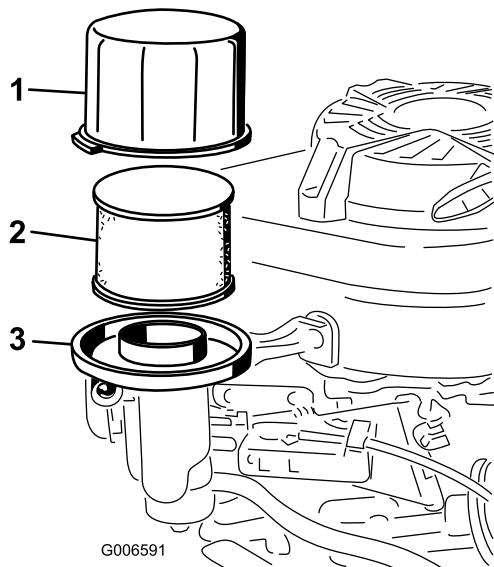

Bild 25
3. Entfernen Sie die Abdeckung und reinigen Sie sie gründlich (Bild 25).
4. Nehmen Sie den Schaumvorfilter aus dem Papierfilter (Bild 25) und tauschen ihn aus, wenn er zu stark verschmutzt ist.